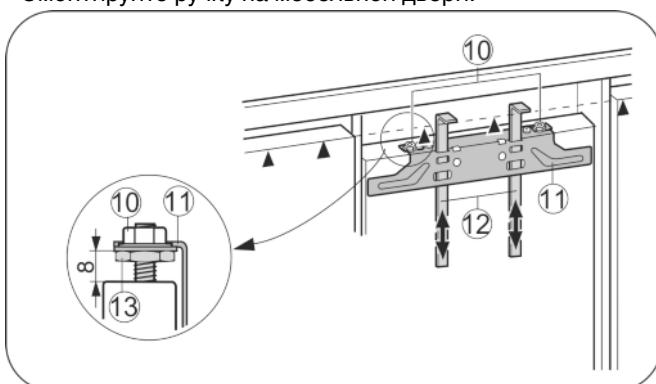

Fig. 25
- ▶ Монтажные приспособления Fig. 25 (12) сдвиньте вверх на высоту мебельной дверцы. Нижняя упорная кромка ▲ монтажного приспособления = верхней кромке подлежащей установке мебельной дверцы.
- ▶ Открутите крепежную поперечину Fig. 25 (11) с помощью контргаек Fig. 25 (10).